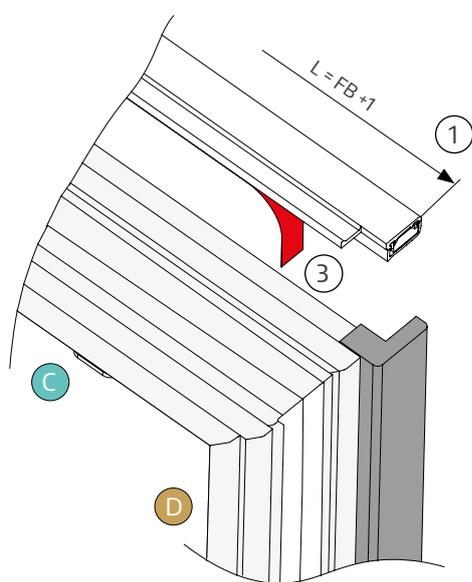

Fig. 1
- ① Coupez le profil d'étanchéité (largeur de l'ouvrant +1 mm), (voir la fig. 1).
- ③ Coupez le film adhésif (voir la fig. 1).